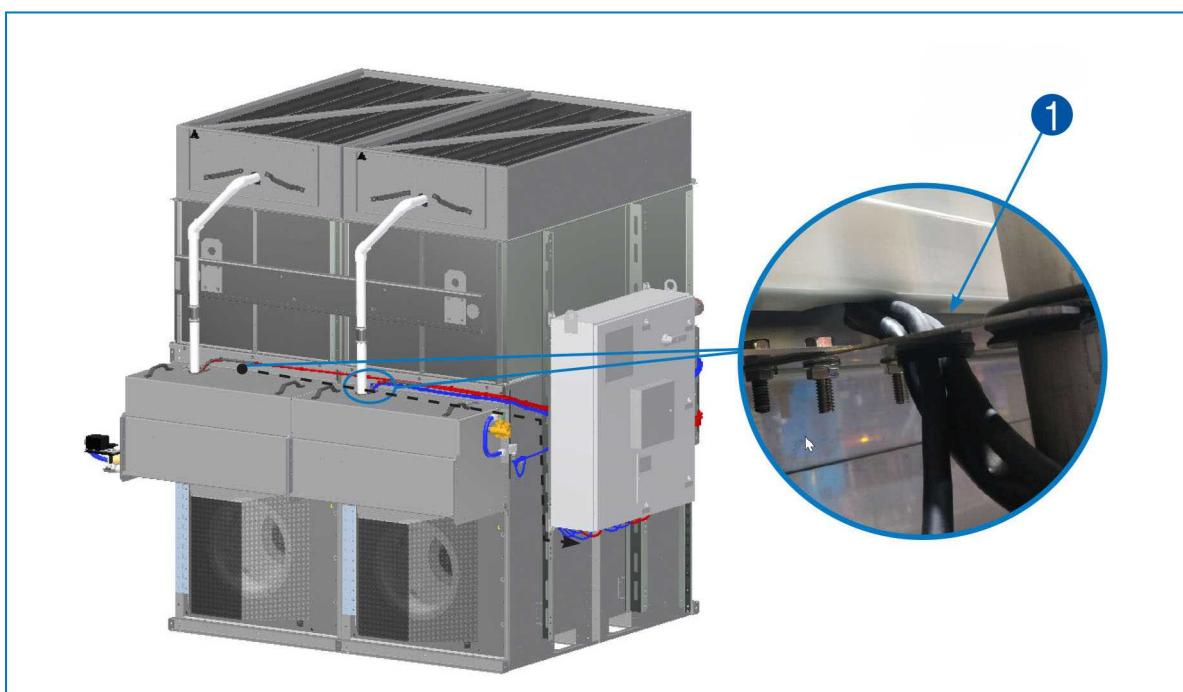

Рис. 18. Подключение насоса к панели системы управления iPilot®— 1. Провод насоса, проходящий через втулку.
8. Проложите провод насоса через втулку в верхней части бассейна воды для орошения. Проведите провод к стороне панели управления. Пропустите провод насоса через верхнее овальное отверстие с подточенной кромкой в крепежном пазу панели управления. Пропустите каждый провод через отдельный кабельный ввод в нижней части панели управления, затем подключите каждый провод к соответствующей клеммной коробке. Соблюдайте схему подключения, приведенную на внутренней стороне панели управления. См. рисунок 18.